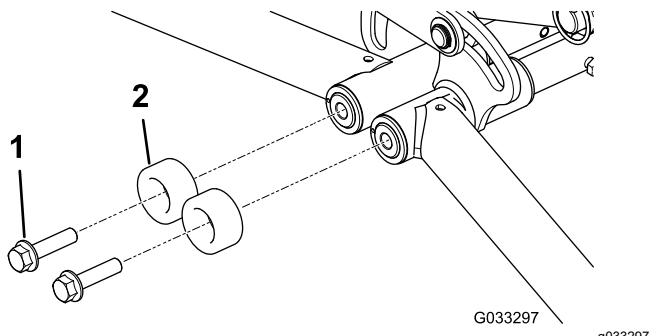

図 21
2. 既存のフランジヘッドボルトと円筒バンパーを外す図 21。